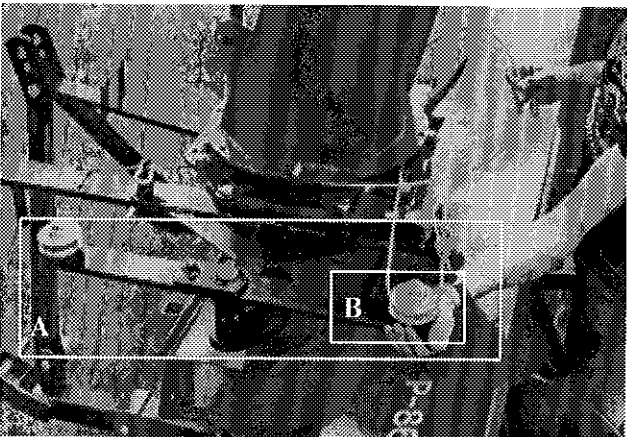
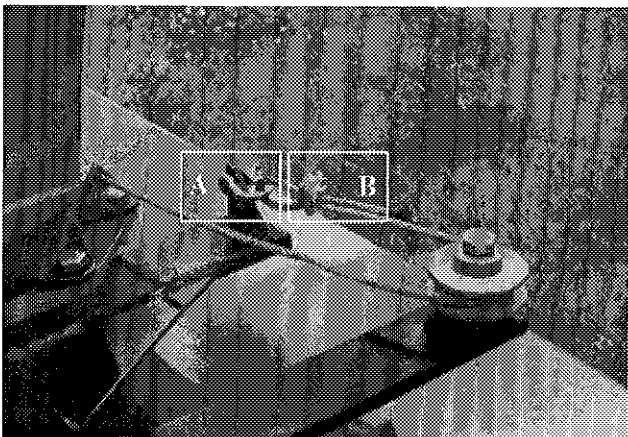

Figure 24
Figure 25
- 3) Placer le pivot (A Fig. 24) perpendiculaire à la caisse de la souffleuse.
- 4) Prendre la partie du câble allant vers la boîte d'engrenage et la faire tourner autour de la chute dans le sens horaire, allez faire le tour de la poulie (B Fig. 24), faire une loupe dans l'attache (A Fig. 25) et fixer le câble à l'aide du serre câble (B Fig. 25).